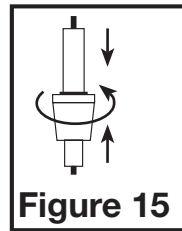

Figure 15
1. Suivez les étapes de la **SECTION 5 Câblage** pour accéder au porte-fusible situé à l'intérieur du compartiment de câblage. Pour remplacer le fusible, pressez le haut et le bas du porte-fusible ensemble tout en tournant le plus gros morceau dans une direction opposée aux languettes (**Figure 15**). Remplacez le fusible uniquement avec un fusible action rapide 0,5 Amp, 250 VAC, 5 x 20mm. Rebranchez le porte-fusible en alignant la partie supérieure et inférieure et pressez ensemble tout en tournant jusqu'à ce qu'ils soient enclenchés en place. Rangez soigneusement dans le compartiment de fils et réinstallez le couvercle du compartiment de fil.